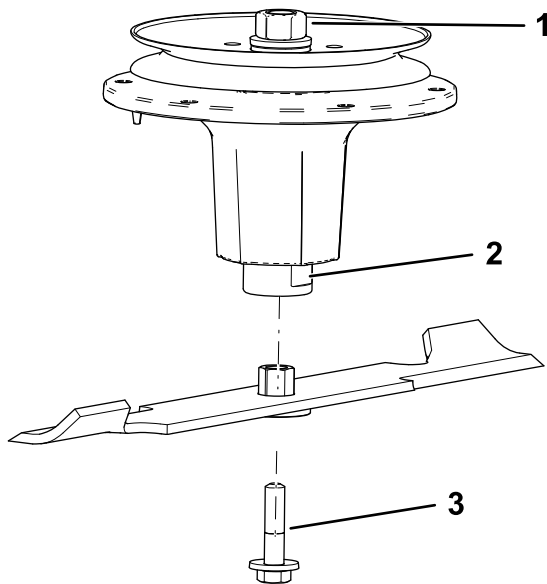

Figura 97
2. Instale el conjunto de buje/cuchilla en el eje (Figura 97).